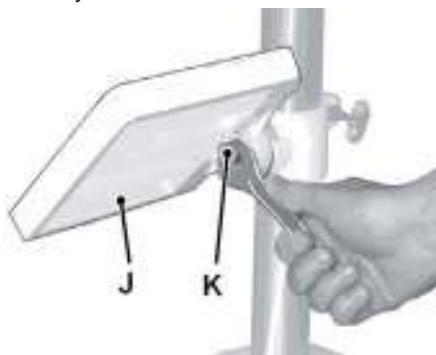

Рис. 3
- Ослабьте шестигранный винт (K, рис. 3), чтобы повернуть стол.